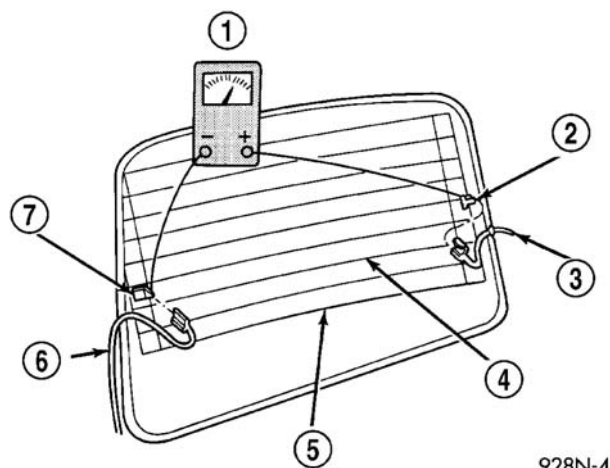

图 4 电热栅线测试
(1) 将点火开关转到 ON 位置。
(2) 将电流表与蓄电池连接，把后除雾器控制开关推至开启 (ON) 位置，应记录下显著增加的电流值。
(3) 可以用触摸玻璃的方法检查后车窗除雾器或电热式风窗玻璃刮水器除冰器是否工作。工作约 3 至 4 分钟时可感觉出电热栅线与旁边透明玻璃之间的温度有明显差别。
(4) 使用一个直流电压表 (图 4)，将负极表笔接到端子 B 上，正极表笔接到端子 A 上。电压表的读数应为 10~14 伏特。
(5) 指示灯亮起时只表示在开关处有电，不必确认系统工作情况。
(6) 若除雾器开关转至开启 (ON)，电流表不能显示出明显的电流消耗值，此故障应以下列方式单独检查：
(7) 当完成上述步骤但系统仍然不工作时，就需要连接 DRBIII 诊断工具，参考诊断维修手册，您还可检查下面部位是否有缺陷：